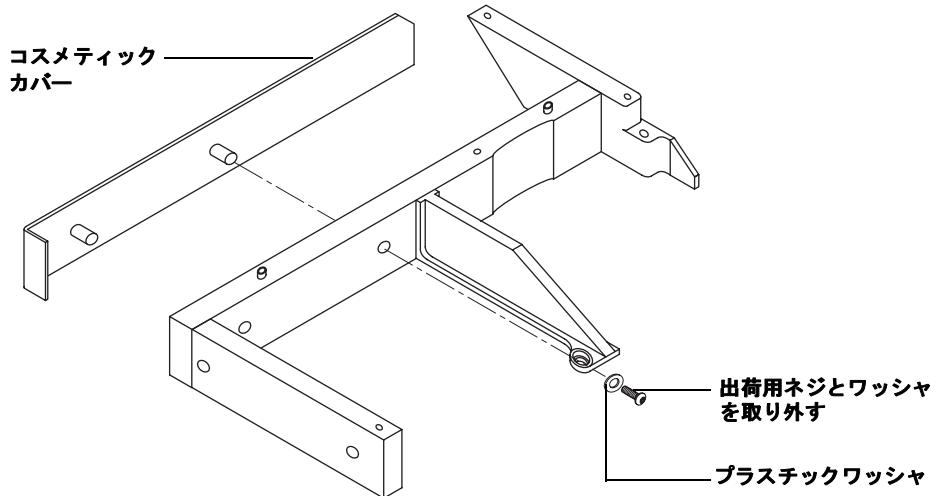

図10 コスメティックカバーを取り外す
- 1 輸送中の保護のため、コスメティックカバーがブラケットにネジで固定されています。1本のネジとプラスチックワッシャを取り外し、部品を切り離します。図10を参照してください。